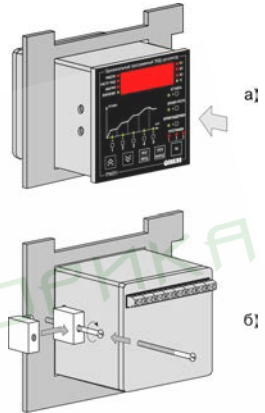

Рисунок 6.2 - Установка прибора в корпусе щитового крепления
1. Вставьте прибор в специально подготовленное отверстие на лицевой панели щита (см. прил. А и рис. 6.2, а).
2. Вставьте фиксаторы из комплекта поставки в отверстия на боковых стенках прибора (рис. 6.2, б).